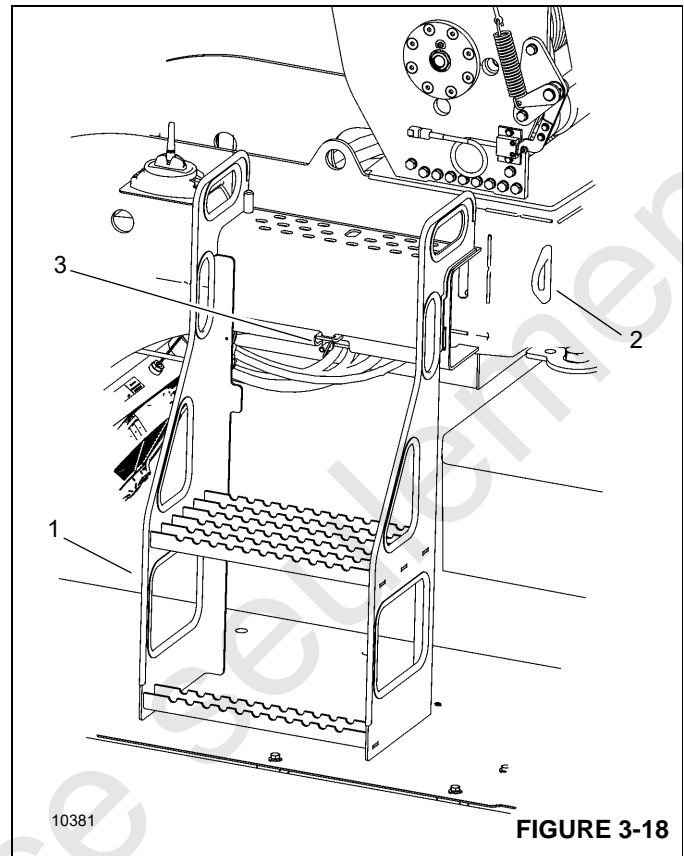

FIGURE 3-18
Utiliser l'échelle (1, Figure 3-18) pour accéder au dessus de la superstructure, y compris à la flèche et aux treuils principal et auxiliaire. L'échelle est située du côté gauche de la superstructure de la grue. Accrocher un harnais de sécurité au point de connexion (2). Saisir les poignées de maintien de l'échelle lors de son utilisation.